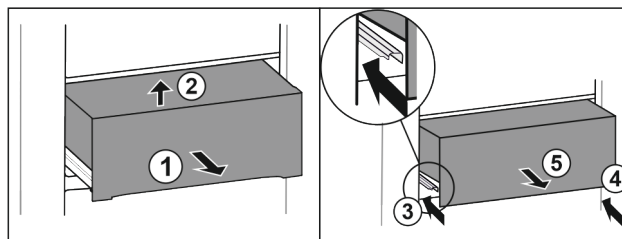

Fig. 31
- ▶ Изтеглете чекмеджето наполовина Fig. 31 (1).
- ▶ Повдигнете отпред Fig. 31 (2).
- ▶ Вкарайте лявата релса Fig. 31 (3).
- ▶ Вкарайте дясната релса Fig. 31 (4).
- ▶ Извадете чекмеджето напред Fig. 31 (5).